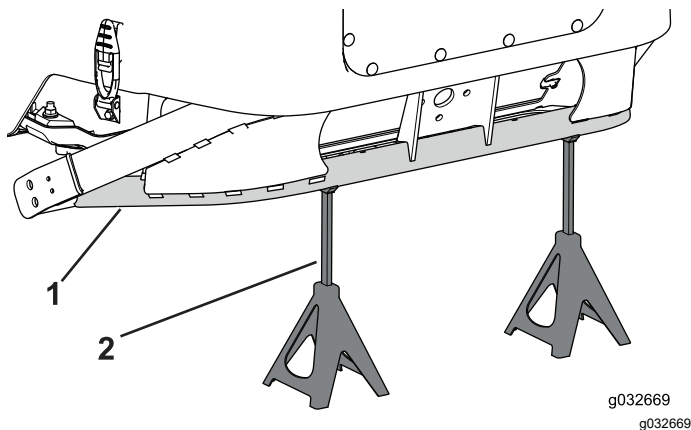

Bild 85
1. Stellen Sie zwei Stützbocke unter die Rückseite des Rahmens, um die Maschine abzustützen, wenn Sie die Vorderseite der Maschine anheben (Bild 85).